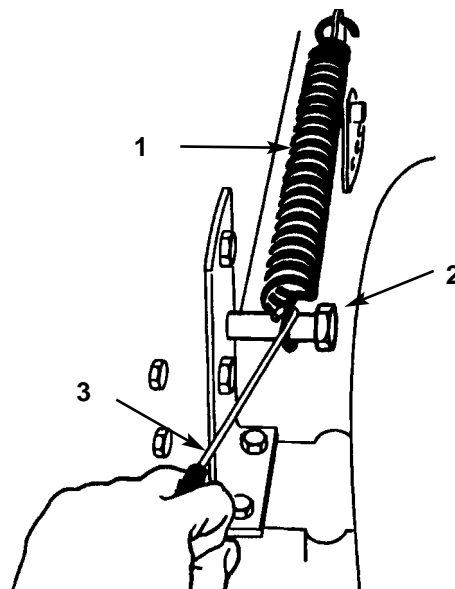

Fig. 46
11. Agganciate la molla di sollevamento dell'altezza di taglio sul bullone di fissaggio (Fig. 46) utilizzando l'utensile per molla fornito con la macchina.